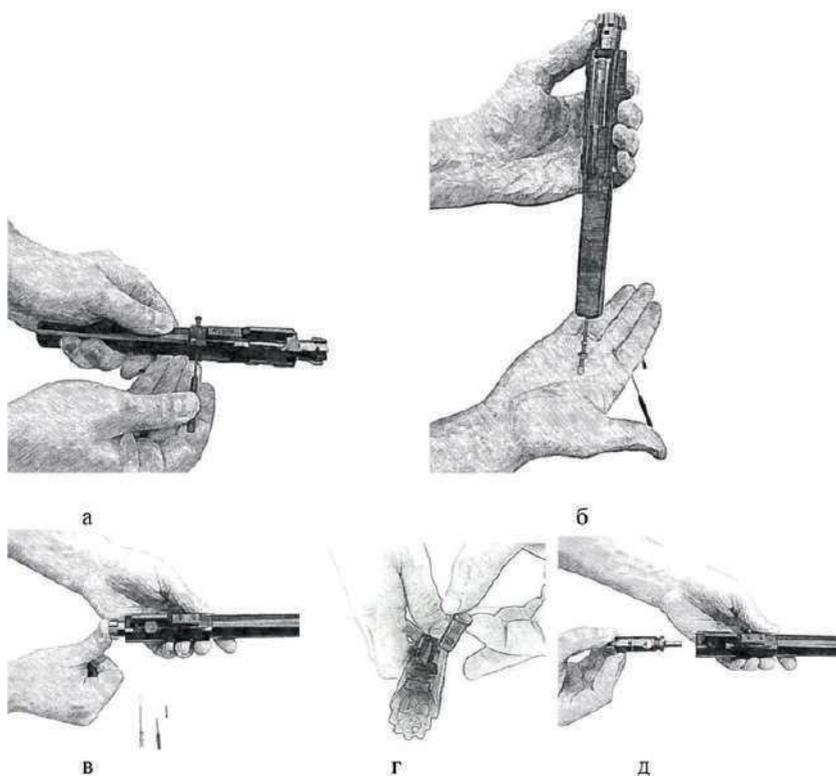

Рис. 17. Від'єднання затвора від затворної рами
4. Розібрати затворну раму із затвором у зборі, для чого, виштовхнути штифт фіксації ударника (рис. 17а), перевернути затворну раму затвором догори (рис. 17б). У такому положенні ударник повинен випасти із затворної рами самостійно (за необхідності – витягнути ударник руками або за допомогою інструментів). Зсунути затвор до упору в крайнє заднє положення, натиснувши на дзеркало затвора (рис. 17в). У такому положенні з-під газоприймача з'явиться палець затвора. Витягнути палець затвора руками (рис. 17г). Палець затвора повинен вийматись без зайвих зусиль. Після цього витягнути затвор із затворної рами (рис. 17д).